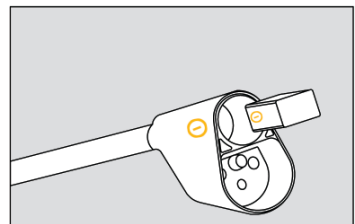

Abb. 4
- Entfernen Sie die alte Batterie und ersetzen Sie sie durch eine neue. Achten Sie darauf, dass Sie die neue Batterie polrichtig einsetzen (siehe Abb. 4).